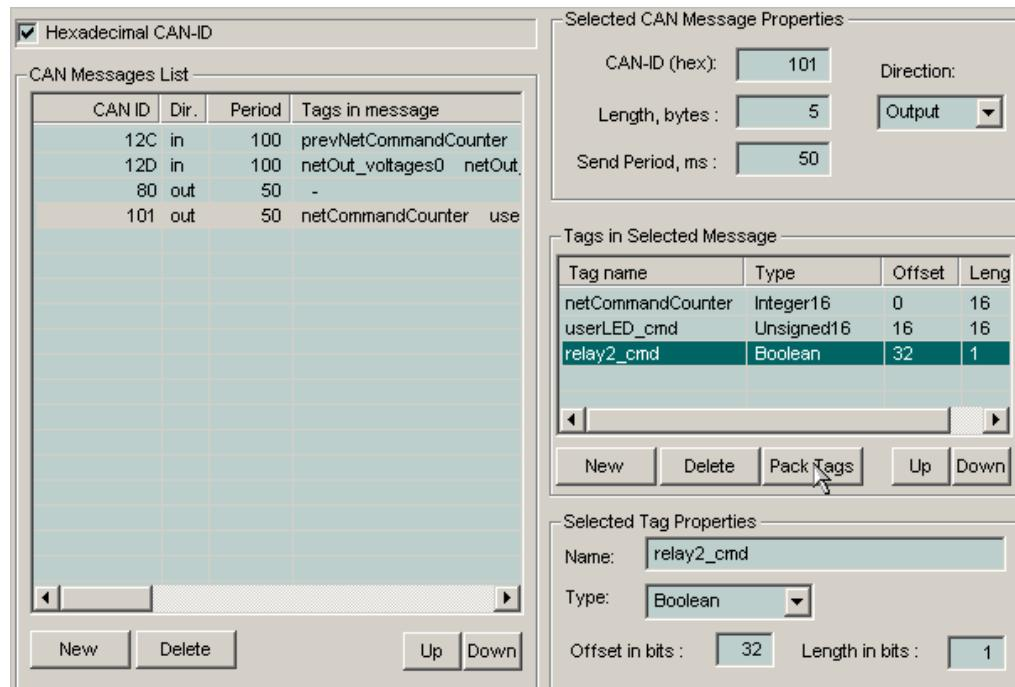

Рис. 66. Добавление тегов передачи команд управления
- Добавьте в список **CAN Messages List** передаваемое сообщение с идентификатором 101Н и создайте для него теги *netCommandCounter*, *userLED\_cmd* и *relay2\_cmd*, как показано на рис. 66, после чего закройте диалоговую панель **CAN Segment Properties** нажатием кнопки OK.